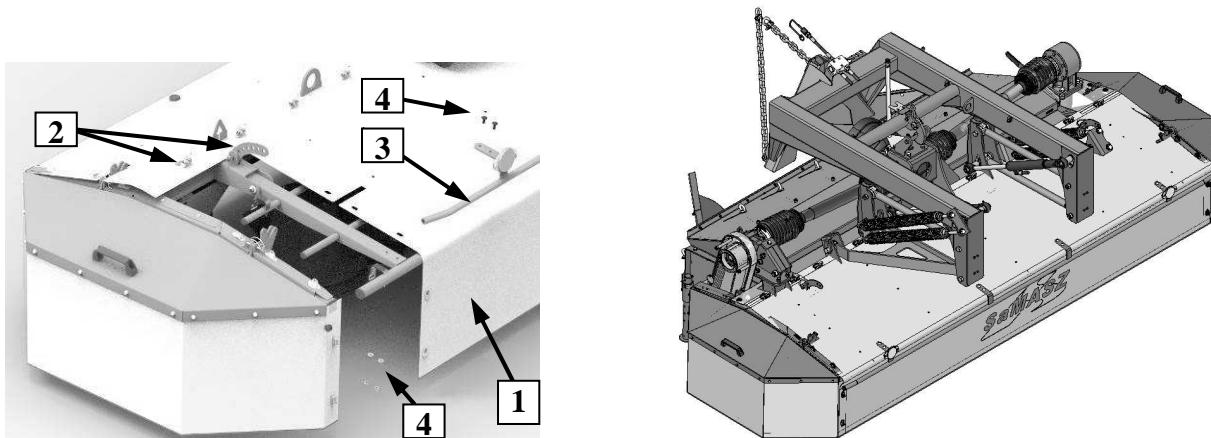

Рис. 7. Крепление брезентовой защиты на косилке
В связи со складыванием, косилки производимые фирмой СаМАШ ООО оснащены брезентовыми защитами (1) для самостоятельного монтажа. Для правильной установки защиты следует разложить её на косилке и закрепить зажимами (2) и передней защитой (3) **Рис. 7.** Следует временно проверять состояние защиты и их крепления.